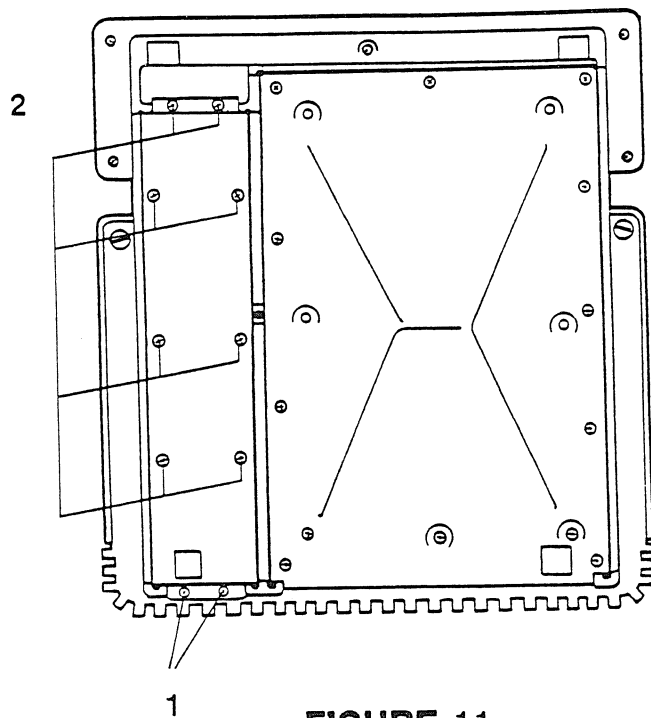

FIGURE 11
3. Desserrer mais ne pas retirer les deux vis à tête cruciforme situées sur le bord arrière du couvercle inférieur de l'unité d'alimentation, près de l'interrupteur ON/OFF et de la prise secteur. (Voir la figure 11, No 1).
4. Desserrer complètement les huit vis qui fixent le bloc d'alimentation au châssis. Ne pas tenter de les retirer (Voir la figure 11, No 2).